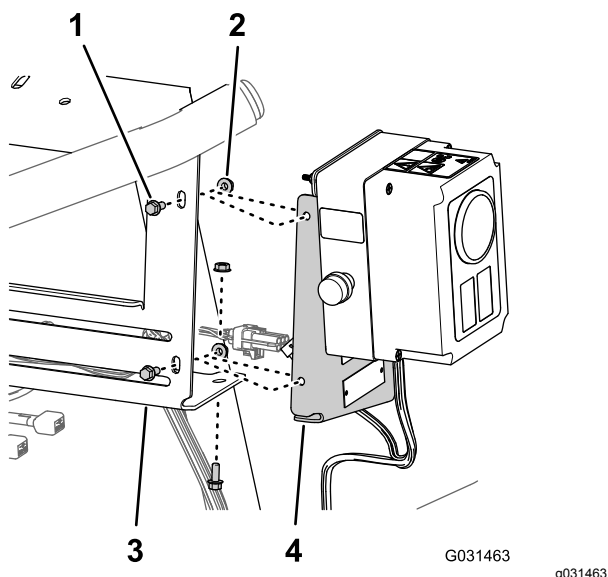

Figura 19
1. Retire los 3 pernos con arandela prensada ($\frac{1}{4}$ " x $\frac{5}{8}$ ") y las 3 tuercas con arandela prensada acanalada ($\frac{1}{4}$ ") que fijan la placa de montaje de la caja de control al bastidor del distribuidor para las válvulas del fumigador (Figura 19).
2. Separe la placa de montaje del bastidor del distribuidor (Figura 19).